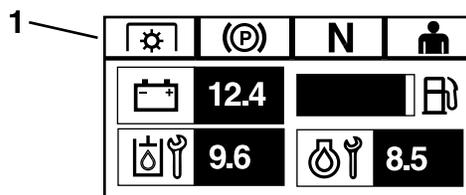

**Figura 9**
1. Levante la barra antivuelco a la posición de uso y gire los pomos para que se introduzcan parcialmente en las ranuras (Figura 9).
2. Levante la barra antivuelco a la posición vertical, presionando sobre la parte superior de la barra para que las clavijas encajen al alinearse con los orificios (Figura 9).
3. Presione sobre la barra antivuelco para asegurarse de que las clavijas han quedado encajadas (Figura 9).